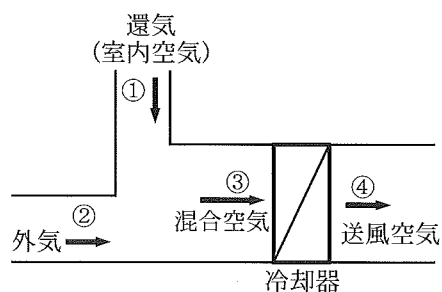
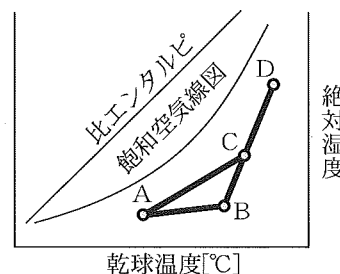

図3-2 冷房システム
図3-3 空気線図上の冷房プロセス
(3) 図3-2は冷房システムについて、図3-3 は空気線図上の冷房プロセスを示している。図3-2の①⇒③の空気の状態に対応する図3-3のA～D点の組み合わせは である。